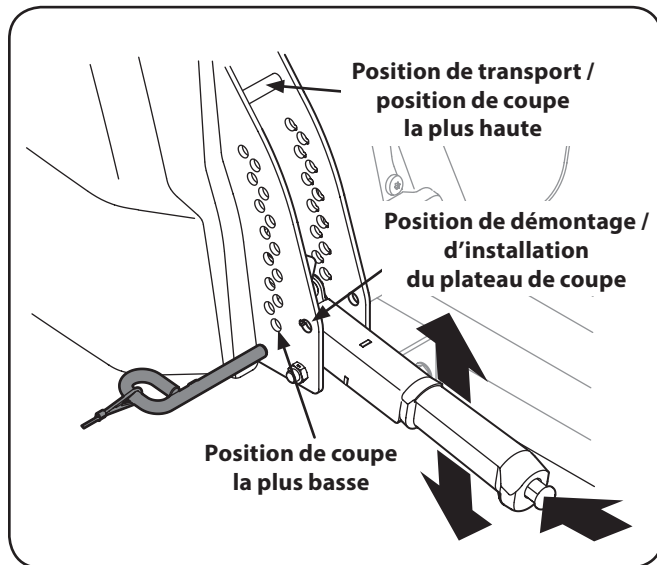

Figure 7-3
- a. Utilisez le levier de relevage du plateau de coupe pour relever le plateau de coupe à la position qui placera la courroie à la position la plus horizontale entre les poulies de tension et la poulie de la prise de force sous le moteur. Voir Figure 7-3.
- d. À l'aide du levier de relevage, abaissez le plateau de coupe à la position de démontage / d'installation du plateau de coupe (cercle avec une flèche). Voir Figure 7-3.
- e. À l'aide du levier de relevage, abaissez le plateau de coupe à la position de démontage / d'installation du plateau de coupe (cercle avec une flèche). Voir Figure 7-3.